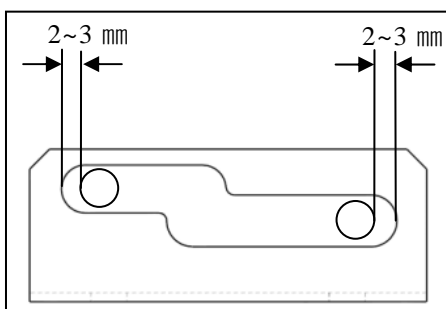

図 6
- ① 変速レバーを前進「3」速と後進「R」位置に入れたときの変速ガイドとの遊びが両端共に 2~3mm になるよう、変速ワイヤのアジャストナットで調整して下さい。(図 6 参照)